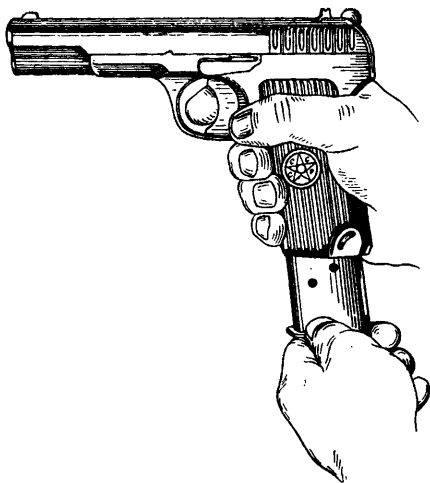

Рис. 73. Как вынуть магазин
1) **вынуть магазин:** удерживая пистолет в правой руке за рукоятку, большим пальцем этой же руки надавить на пуговку защелки магазина и левой рукой подхватить магазин (рис. 73); прежде чем производить дальнейшую разборку, проверить, нет ли патрона в патроннике; для этого, удерживая пистолет в правой руке, не нажимая на спуск, левой рукой взвести курок и оттянуть затвор назад, осмотреть патронник, отпустить затвор, спустить курок, придерживая его большим пальцем правой руки;